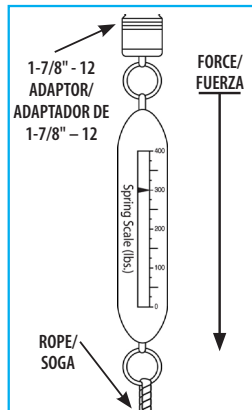

Figure 1/Figura 1
- Attach a spring scale to the location where the breakaway will be installed (see FIG 1).
- Conecte una báscula a resorte en el lugar en donde se instalará el acoplamiento de seguridad tipo “breakaway” (consulte la FIG. 1).